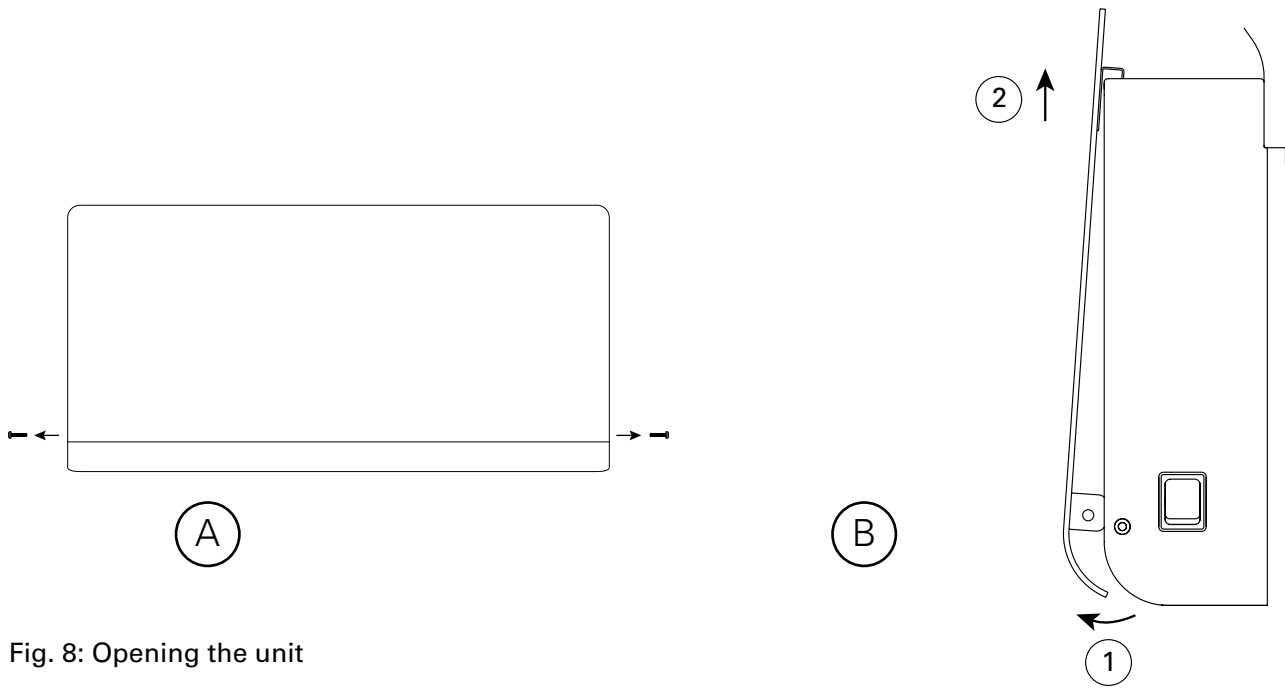

Fig. 8: Opening the unit
2. Fronten öppnas genom att ta bort skruvar nere på plastgavlar (2x), vinkla ut fronten i nederkant och sedan lyfta den uppåt. (Fig. 8)